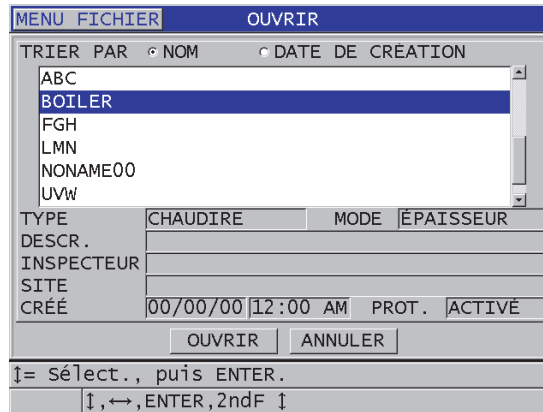

Figure 11-16 Ouverture d'un fichier
3. Dans l'écran **OUVRIR** (Figure 11-16 à la page 216), faites ce qui suit :